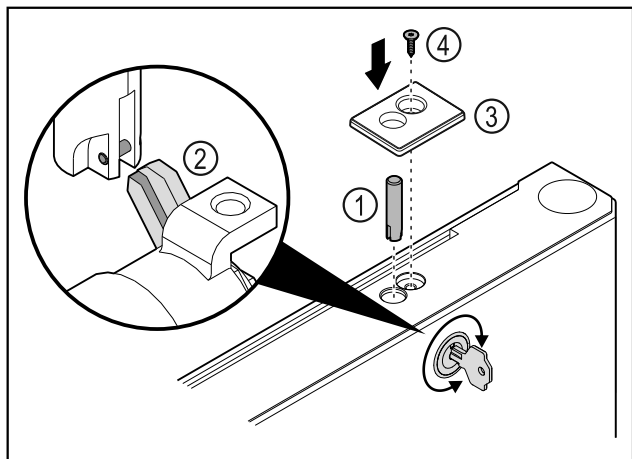

Fig. 47
- ▶ Umetnite svornjak brave Fig. 47 (1).
- ▶ Lagano okrenite bravu kako bi se svornjak brave Fig. 47 (2) uglavio u prorezu brave.
- ▶ Umetnite poklopac Fig. 47 (3).
- ▶ Umetnite vijak Fig. 47 (4).